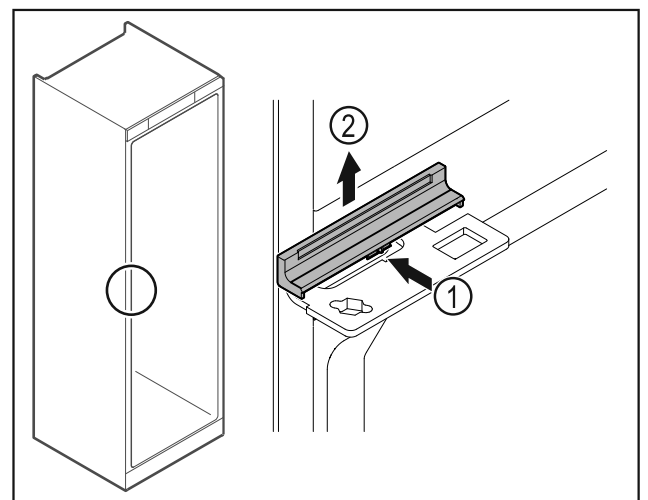

Fig. 40
- ▶ Abdeckung Fig. 40 (1) in der Mitte leicht eindrücken und nach oben abnehmen Fig. 40 (2).